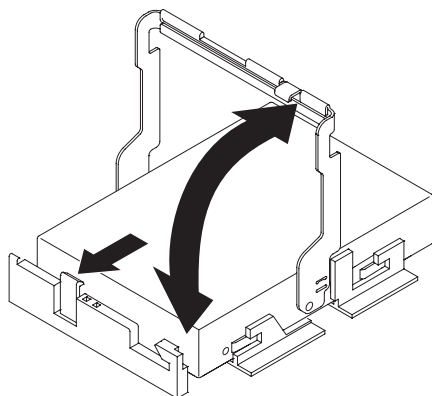

図 47. ドライブ・ハンドルの引き上げ
- a. 105 ページの図 47 のように、ドライブ・ハンドルを垂直位置に引き上げます。